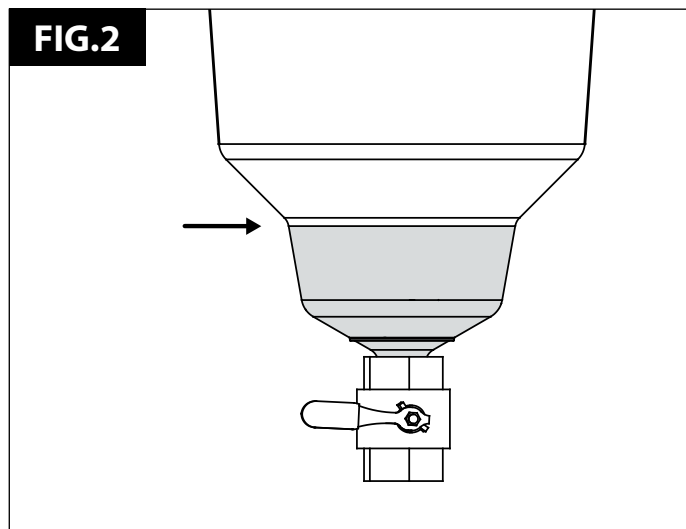

FIG.3
1. Druk de drie poten in de ring van de voet (Fig. 3).